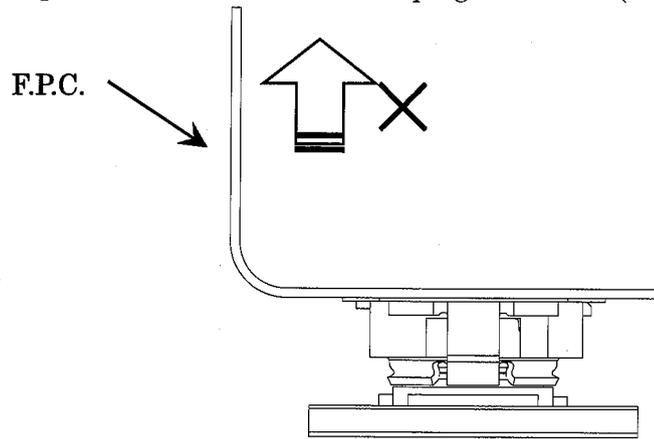

図9 (Fig.-9)
- ・ F.P.C.を引っ張り上げ、プラグコネクタを抜去しないで下さい。(図9)